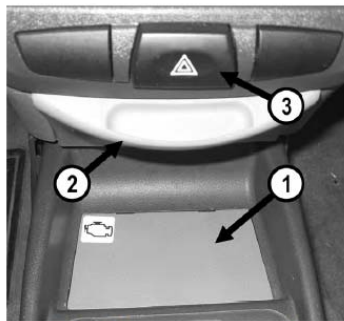

Рис.2 Место установки БК
3.1.1 Установка БК производится вместо заглушки тоннеля пола. Извлеките заглушку тоннеля пола (поз.1, Рис.2). Отверните два винта крепления колодки предохранителей и уложите саму колодку предохранителей между двумя воздуховодами тоннеля пола. Отверните 4 винта крепления крышки (поз.2, Рис.2) пепельницы передней и снимите её для доступа к колодке выключателя аварийной сигнализации.
3.1.2 Отсоедините колодку выключателя (поз.3, Рис.2) аварийной сигнализации: